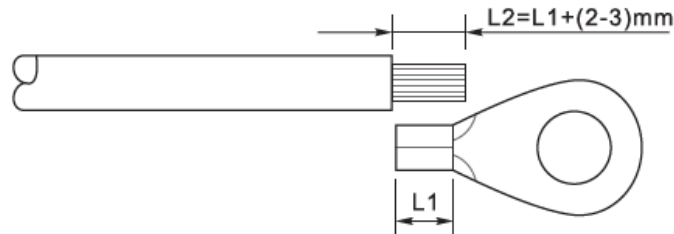

Figura 13 - Preparación del cable de tierra (1)
- 1) Con ayuda de un pelacables, como se muestra en la Figura 13, quitar una longitud adecuada de la capa de aislante externo.